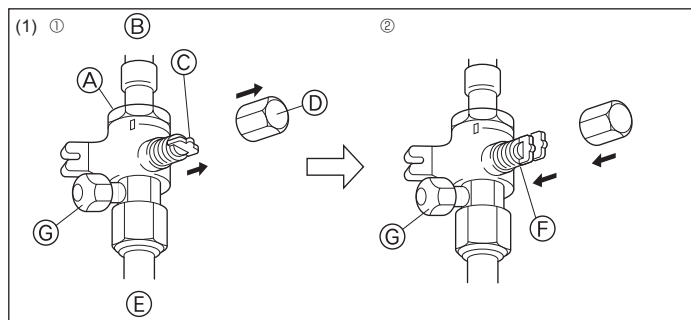

Fig. 4-6
(1) Сторона с газом (Fig. 4-6)